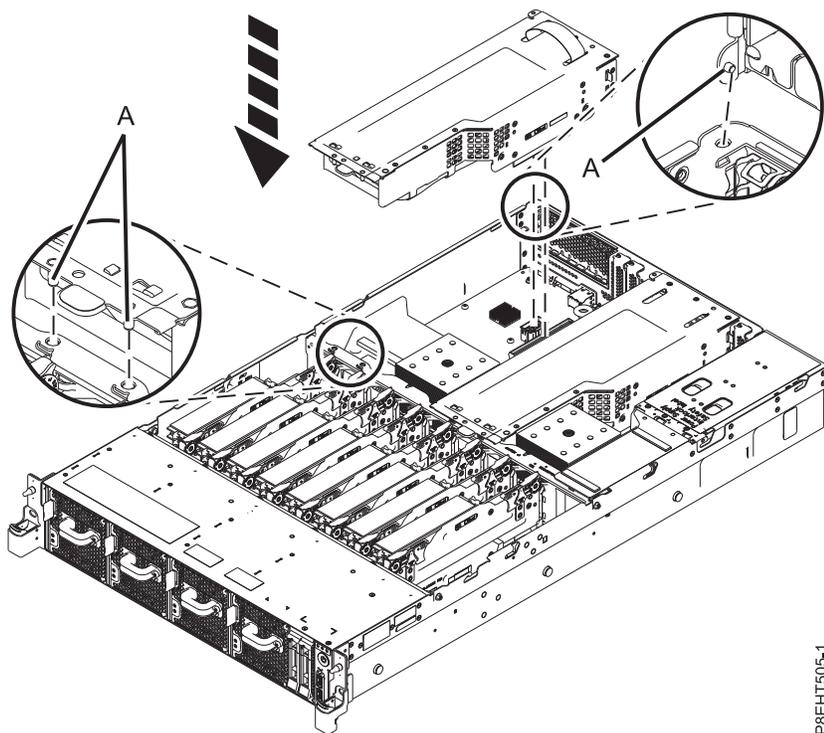

Figura 30. Inserción de la tarjeta de expansión PCIe
2. Utilizando 3 patillas de alineación, coloque la tarjeta de expansión PCIe del GPU de sustitución en el sistema. Presiónela hacia abajo en su lugar hasta que quede bien fijada en el sistema. Consulte la Figura 30.